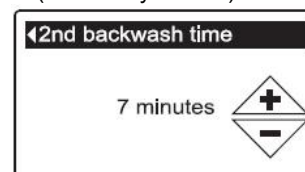

РИС. 65
- 8c. **Время второй обратной промывки:** Нажать кнопки ВВЕРХ (▲) или ВНИЗ (▼), чтобы изменить время второй обратной промывки. Для быстрой прокрутки удерживайте кнопку. Время может быть установлено от 1 до 30 минут * (См. Рисунок 65).